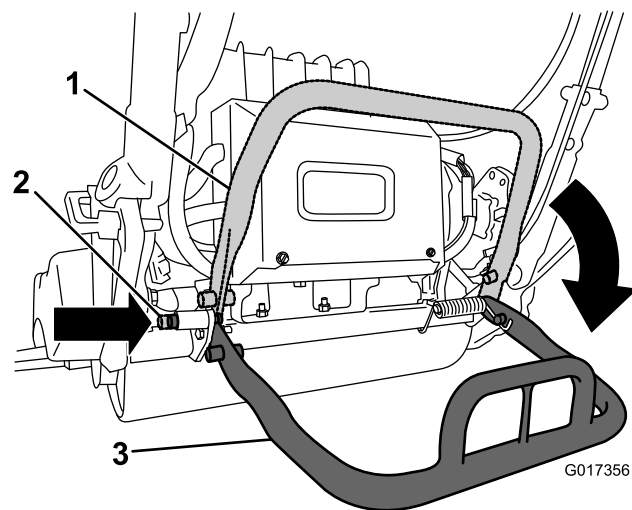

Figura 30
- Para impedir a máquina de inclinar para trás quando remover o cilindro, baixe o apoio e empurre o pino de bloqueio para bloquear na posição de ASSISTÊNCIA (Figura 30).